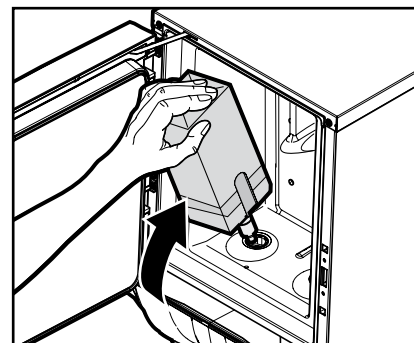

Bild 20
7. Sätt i produktförpackningen (bild 20).